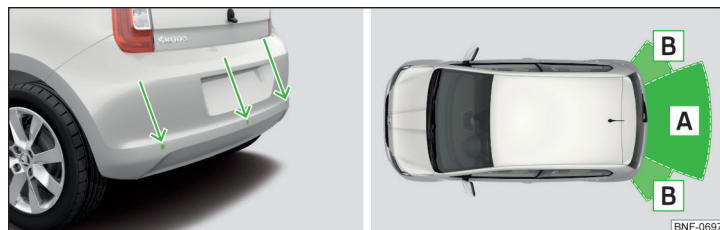

Fig. 128 Posizione di montaggio / portata dei sensori
- Mantenere i sensori del sistema » **fig. 128 a pag. 105** puliti, privi di neve e ghiaccio e non coprirli con oggetti, altrimenti si può limitare il funzionamento del sistema.
Il sistema rileva, con l'ausilio di sensori a ultrasuoni, la distanza di un ostacolo dai paraurti. I sensori a ultrasuoni sono alloggiati nel paraurti posteriore » **fig. 128**.
Portata indicativa dei sensori » fig. 128